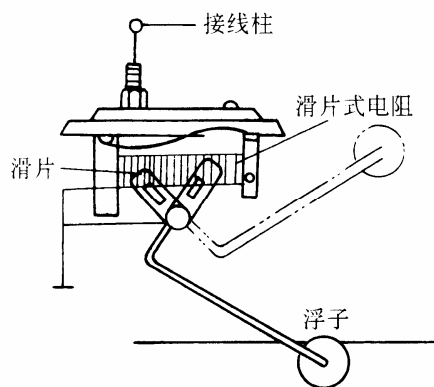

图 9-97 燃油表传感器原理
(2) 转速表 用于显示发动机的转速，通过产生与发动机转速成正比的电脉冲使转速表表针相应地偏摆。化油器式发动机转速表的信号取自点火线圈，电喷发动机则由发动机转速传感器产生发动机转速信号。
(3) 燃油表 用于指示油箱油面的高低，当燃油表指示“0”位时，最低燃油液面警报灯亮起，这时，油箱中大约还剩下 8L 燃油，应立即到附近的加油站加油。燃油表通过燃油表传感器取得燃油箱液面信号，燃油表传感器实际上是一个滑片电阻式电位计（图 9-97），浮子随燃油箱液面的变化而上下浮动，带动滑片移动而改变传感器串入燃油表电路中的电阻值，通过燃油表的电流相应变化，使表针摆向相应的油面示值。